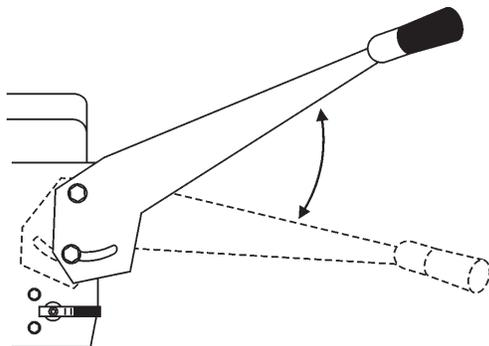

Abb. 20. Höheneinstellung der Griffstange
2. Griffstange (Abb. 20) auf die vom Bediener gewünschte Höhe nach oben oder unten schwenken.